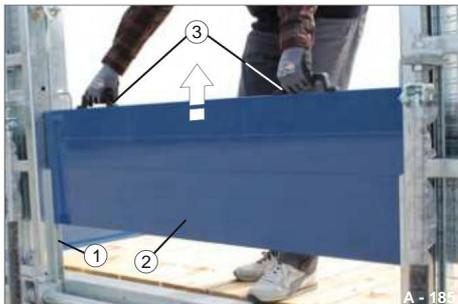

Fig. 194 Rimozione della parete laterale ad innesto
ÿ Tirare la parete laterale di inserimento (Fig. 194/2) su entrambe le maniglie (Fig. 194/3) e contemporaneamente completamente fuori dalle guide di inserimento (Fig. 194/1).
- ÿ Afferrare il lato posteriore del plug-in parete (Fig. 194/2) su entrambe le maniglie.
- ÿ Inserire contemporaneamente la parete laterale a innesto nelle guide a innesto sinistra e destra (Fig. 194/1).